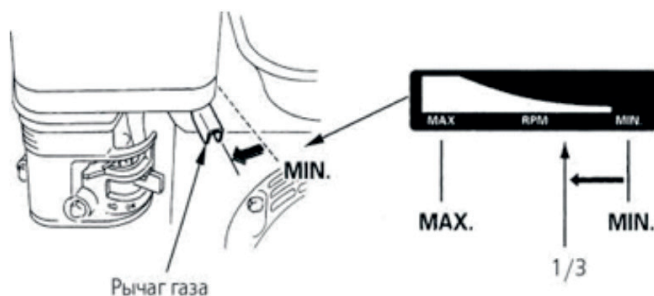

Рис. 14
5. Немного передвиньте влево рычаг газа. (см. рис. 14)